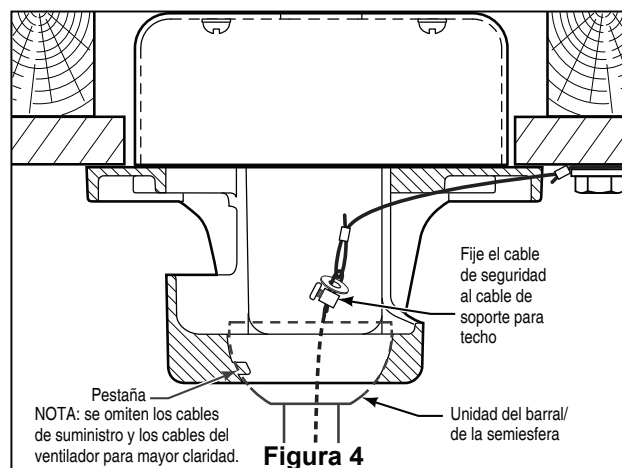

Figura 4
4. Coloque el soporte de la varilla y alinee los orificios de la clavija de horquilla en ambas piezas. Instale la clavija de horquilla y asegúrela con la pinza de horquilla. Fije los dos tornillos de presión y las tuercas de seguridad en el soporte de la varilla interior. (Figura 4)
4. Levante cuidadosamente el ventilador y coloque el ensamble de la bola para colgar/varilla en la abrazadera y arandelas para colgar que acaba de fijar a la caja de salida. Asegúrese de que la ranura de la bola esté alineada con la lengüeta de la abrazadera para colgar. (Figura 4)